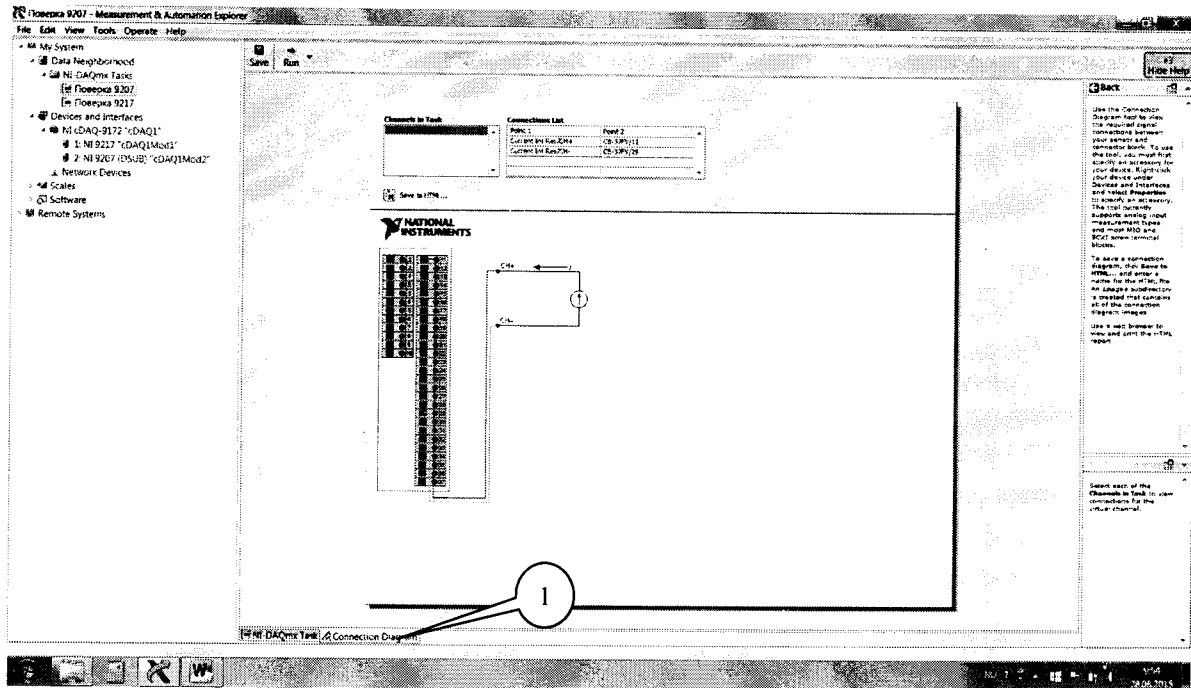

Рисунок 12.
7.4.4 Перейти во вкладку «Connection Diagram» (рисунок 12). Соединить с помощью проводов в соответствии со схемой соединений, отображаемой в окне программы, клеммы калибратора (контакты CH+ и CH- на схеме) и контакты терминального блока.